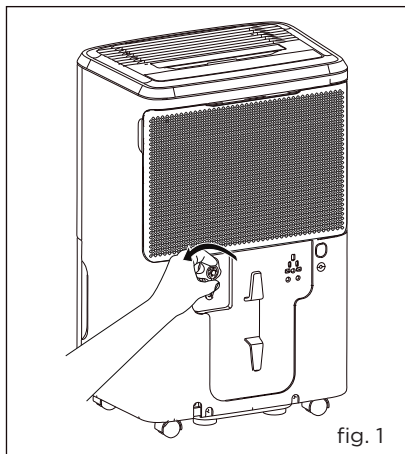

fig. 1
- b. Dévissez le bouchon de purge à l'arrière de l'unité. (fig. 1)